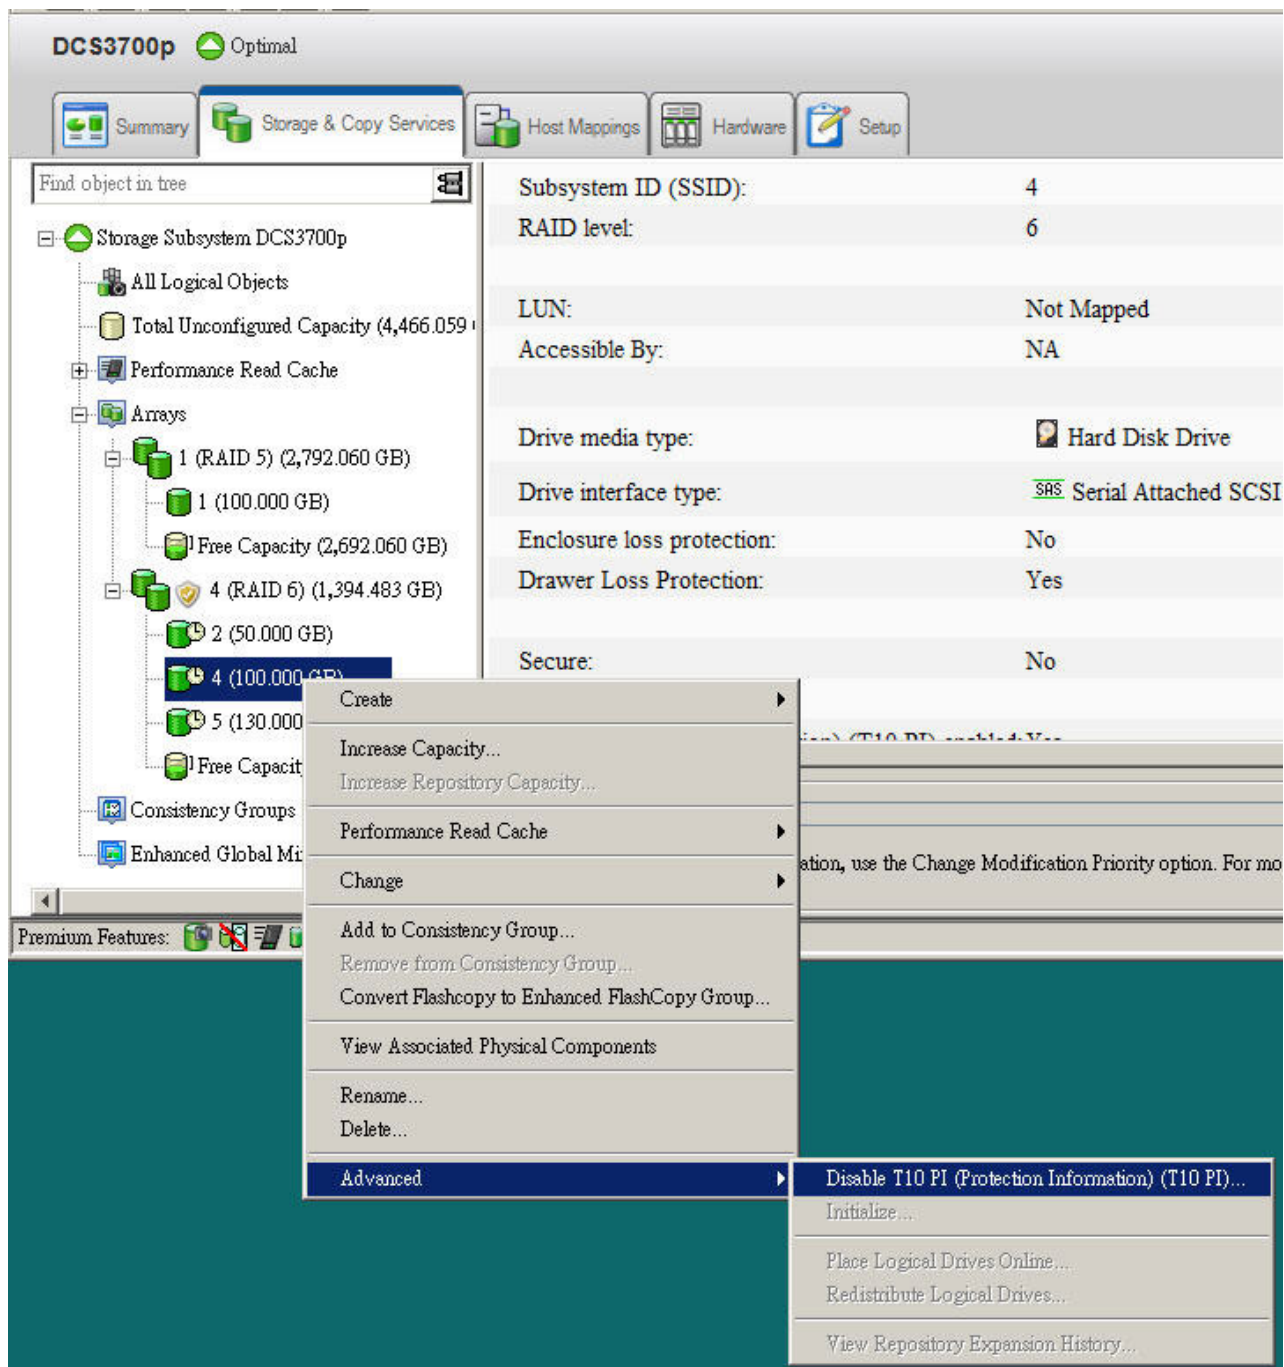

Figura 8. Inhabilitación de T10PI
- Pulse con el botón derecho en la unidad cuya capacidad T10PI va a deshabilitar y seleccione **Deshabilitar T10PI (Información de protección) (T10PI)** como se muestra en Figura 8 en la página 66.